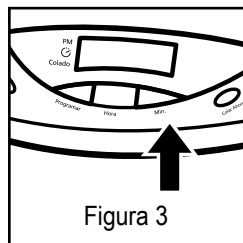

Figura 3
2. Pressione e mantenha pressionado o botão para ajustar os minutos “Min.”, até os minutos corretos apareçam na tela do relógio. Veja a figura 3.